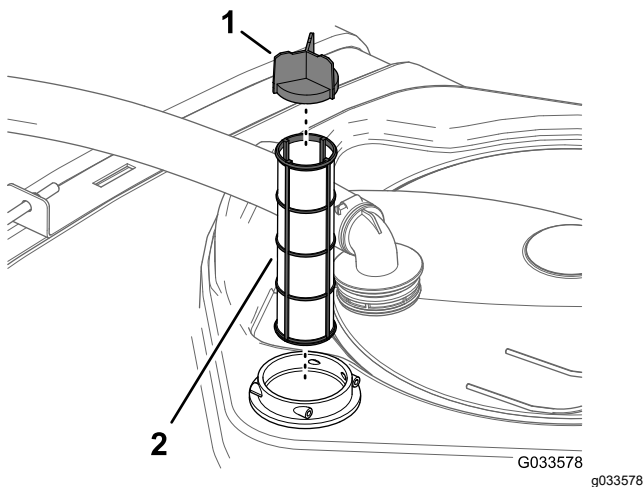

図 55
4. フィルタハウジングタンク内部からストレーナを取り出す 図 55。